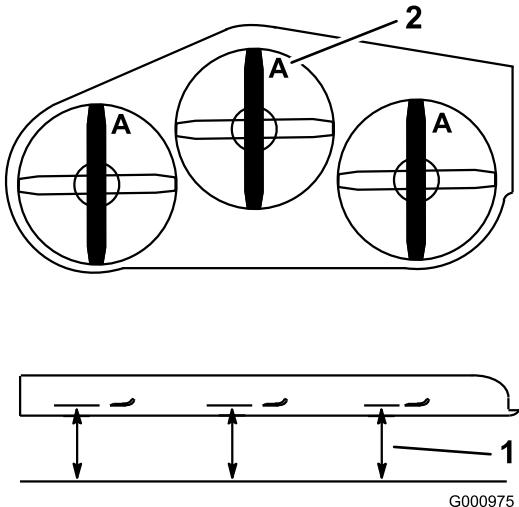

Figure 86
4. Mesurez la distance entre la surface plane et le tranchant (position A) des lames (Figure 86).